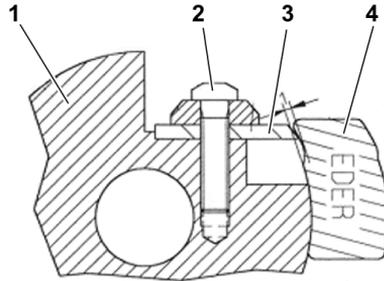

Fig. 17 : Remplacement des copeaux sur le rabot fraise
- > Desserrez légèrement la vis du copeau (2 - Fig. 17).
- > Placez la jauge à copeaux (4 - Fig. 17) sur la tête de fraiseuse (1 - Fig. 17) et faites glisser le copeau (3 - Fig. 17) contre la jauge jusqu'à ce qu'il touche la zone encochée.